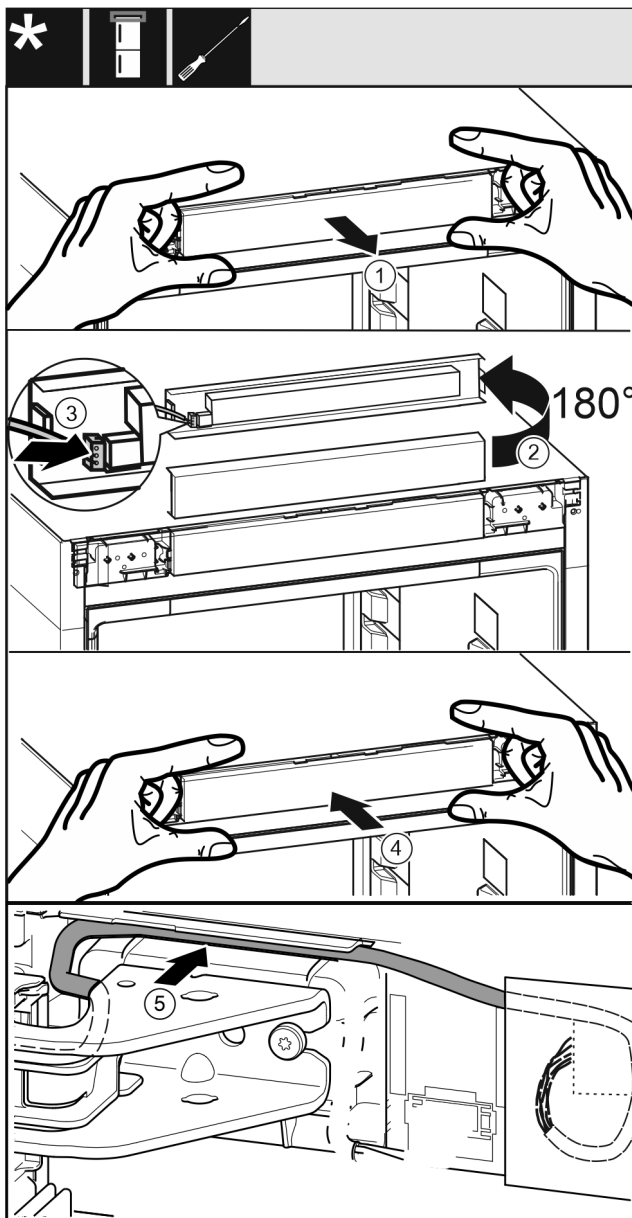

Fig. 43
- ▶ Opatrne vyťahnite obslužný kryt. Fig. 43 (1)
- ▶ Otočte kryt o 180° nahor. Fig. 43 (2)
- ▶ Zaklapnite zástrčku na kryte obslužného dielu. Fig. 43 (3)
- ▶ Obslužný kryt znova zaistite na zariadení. Fig. 43 (4)
- ▶ Sivý kábel opatrne položte do vedenia nad hornou ložiskovou konzolou. Fig. 43 (5)